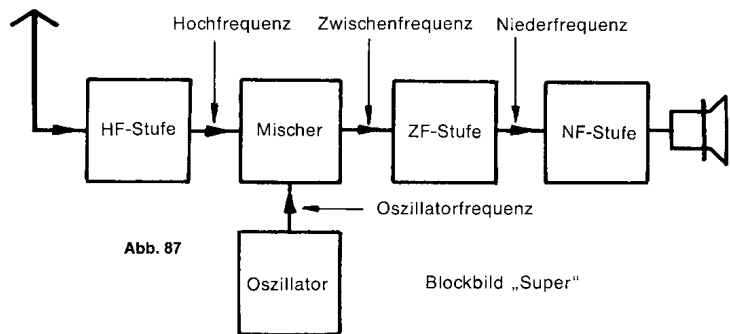

bild 171
För att få radioapparater med större känslighet och effekt använder man sig av **överlagringsprincipen**. Härvid blandar man den signal från sändaren som har fångats upp av antennen med en andra signal som har genererats i mottagaren, så att man oberoende av avstämning och våglängdsområde alltid får en bestämd frekvens som inte ändrar sig. Denna s k **mellanfrekvens** (MF) kan man nu lätt förstärka i flera steg och till sist demodulera i likriktaren (fig 171). Detta förfarande har gett oss namnet superheterodyn-mottagare, vilket betyder överlagringsmottagare (av »super» = »över» + »heteros» = »olika» + »dynamis» = »kraft»). Helt kort talar man om en **super**.